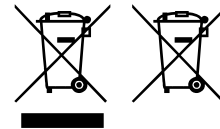

Fig.1 Fig.2
4. el símbolo (contenedor de basura sobre ruedas tachado - Fig.1), si está impreso sobre el producto o en el paquete, indica que el aparato debe ser objeto de recogida separada al final de su vida útil;